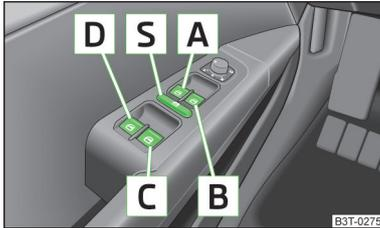

Abb. 25
- Werden auf den Rücksitzen Kinder befördert, wird empfohlen, die elektrischen Fensterheber der hinteren Türen außer Funktion zu setzen (Sicherheitsschalter) **S** » Abb. 25 auf Seite 47.
Tasten der Fensterheber » Abb. 25.
Durch Drücken des Sicherheitsschalters **S** » Abb. 25 können die Tasten der Fensterheber in den hinteren Türen außer Funktion gesetzt werden. Durch erneutes Drücken des Sicherheitsschalters **S** sind die Tasten der Fensterheber in den hinteren Türen wieder funktionsfähig.
- › Die Taste  in der Öffnungsstellung halten » Abb. 25 auf Seite 47.
- › Die Taste  in der Schließstellung halten » Abb. 25 auf Seite 47.